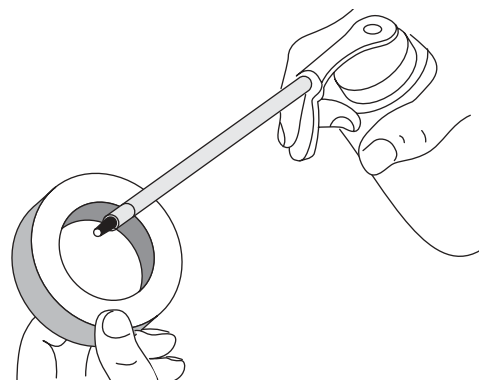

Fig. 24
4. Aplique una cantidad suficiente de aceite limpio como para cubrir ligeramente el filtro (Fig. 24).